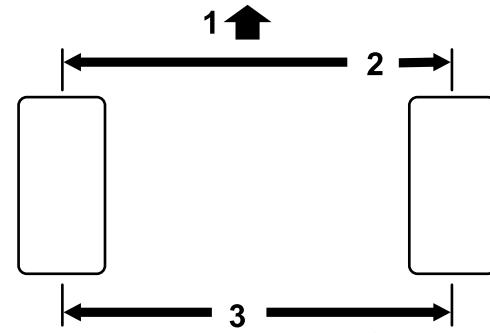

Figura 43
- Mida la distancia entre centros (a la altura del eje) en la parte delantera y trasera de los neumáticos de dirección. La distancia delantera debe ser de 3 mm menos que la trasera (Figura 43).